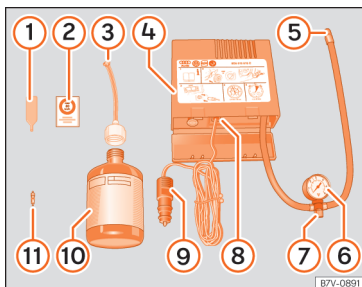

Abb. 49 Prinzipdarstellung: Bestandteile des Pannensets
- Ventilkappe und Ventileinsatz vom Reifenventil abschrauben. Verwenden Sie den Ventileinsatzdreher » Abb. 49 ① zum Heraus-schrauben des Ventileinsatzes. Legen Sie den Ventileinsatz auf einem sauberen Untergrund ab.
- Reifendichtmittelflasche kräftig schütteln » Abb. 49 ⑩.
- Schrauben Sie den Einfüllschlauch » Abb. 49 ③ auf die Dichtmittelflasche. Die
- Verschlussstopfen vom Einfüllschlauch » Abb. 49 ③ entfernen und das offene Ende ganz auf das Reifenventil stecken.
- Ventileinsatz mit dem Ventileinsatzdreher » Abb. 49 ① wieder in das Reifenventil schrauben.
- Reifenfüllschlauch » Abb. 49 ⑤ des Luftkompressors fest auf das Reifenventil schrauben.
- Prüfen, ob die Luftablassschraube » Abb. 49 ⑦ zuge dreht ist.
- Stecker » Abb. 49 ⑨ in die 12 Volt-Steckdose des Fahrzeugs stecken » Seite 132.
- Luftkompressor mit dem EIN- und AUS-Schalter » Abb. 49 ⑧ einschalten.